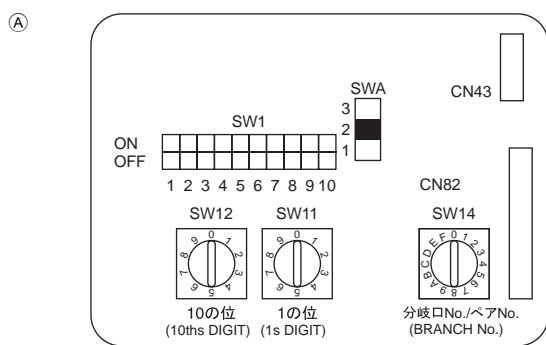

Fig. 6-4
6.5. Impostazione degli indirizzi (Fig. 6-4)